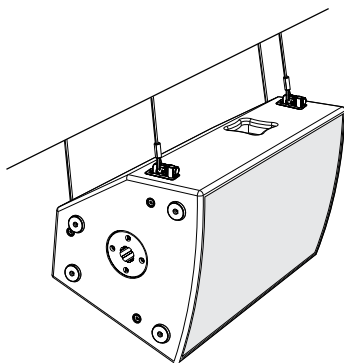

Fig.7
- Installazione orizzontale singola a 4 punti (fig.7).
- single 4 points horizontal installation (fig.7).